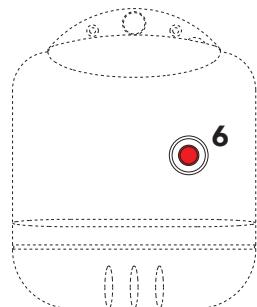

fig. 1
Pour un arrêt de courte durée il suffit de mettre l'interrupteur **5** (Fig1) sur le panneau de commandes, sur «**0**».
- a** blocage du brûleur signalé par le voyant **6** (fig.1) Se reporter au manuel du brûleur.